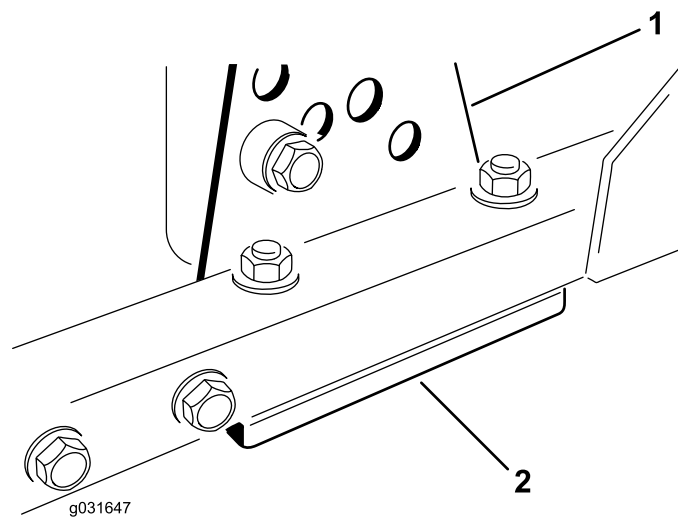

Рисунок 71
1. Снимите кронштейн высоты скашивания (передний, левый или правый) с рамы деки (Рисунок 71).
2. Установите регулировочные прокладки толщиной 1,5 мм и/или 0,7 мм между рамой деки и кронштейном, чтобы получить необходимую настройку высоты (Рисунок 71).
3. Установите кронштейн высоты скашивания на раму деки, используя оставшиеся прокладки, установленные под кронштейном высоты скашивания (Рисунок 71).